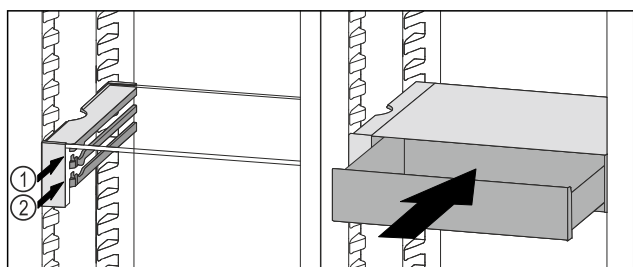

Fig. 91
- Stavite ladicu VarioSafe ukoso iza zaustavljača na željeni žlijeb Fig. 91 (1) ili Fig. 91 (2).